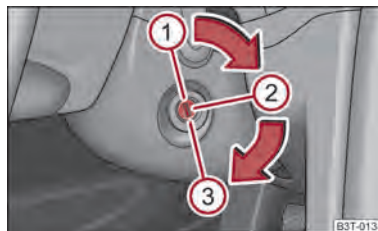

Fig. 115 Posiciones de la cerradura de encendido
- El motor se para girando la llave de contacto a la posición ① ⇒ fig. 115.